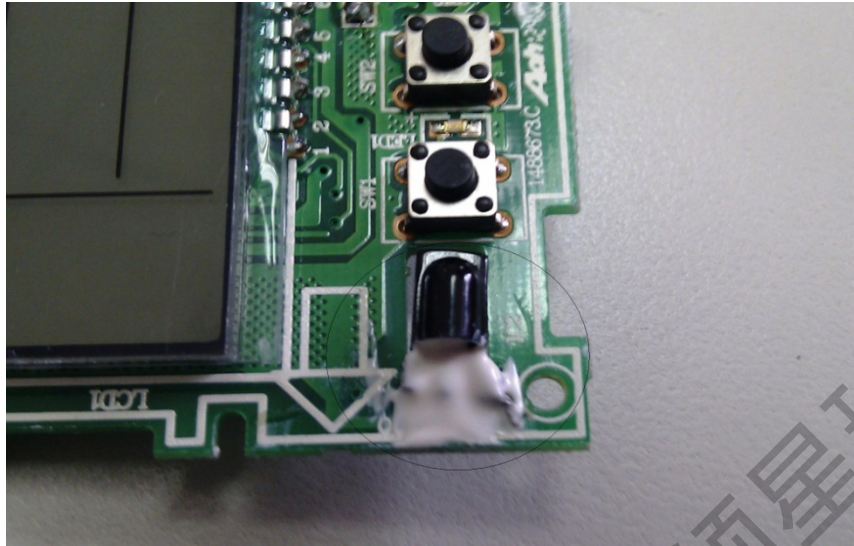

图 4 遥控接收头涂胶固定
7、遥控接收头卧式平整放置，用 708 硅胶固定，管脚全部包裹，注意硅胶不能干涉到旁边的螺钉孔，见图 4。（此条针对有遥控接收头的机型）